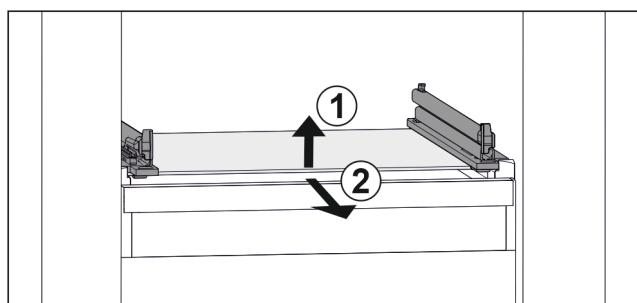

Fig. 155 Приближене відображення скляної пластини
- Підняти скляну пластину спереду. Fig. 155 (1)
- Вийняти скляну пластину рухом вперед. Fig. 155 (2)